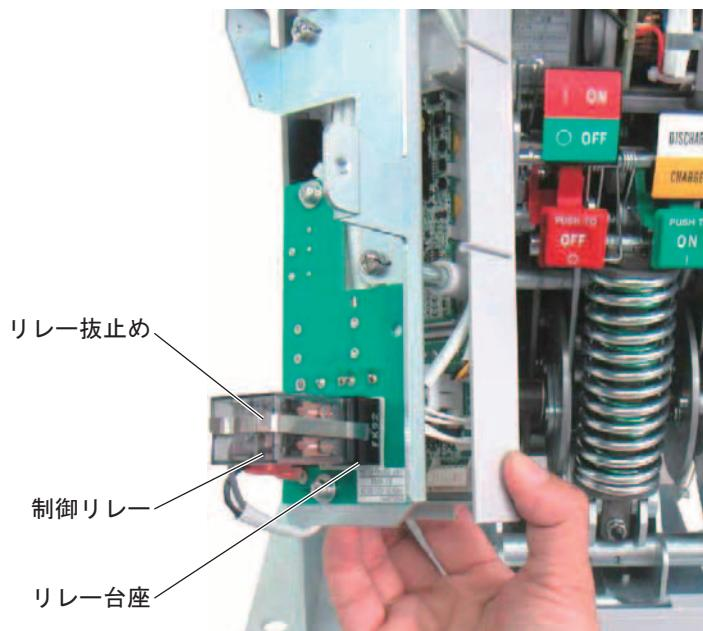

図38 リレーホルダ取外し関連部
8) 図38に示すOCRの裏側にあるリレー抜止めを外し、制御リレーをリレーホルダから抜取ります。